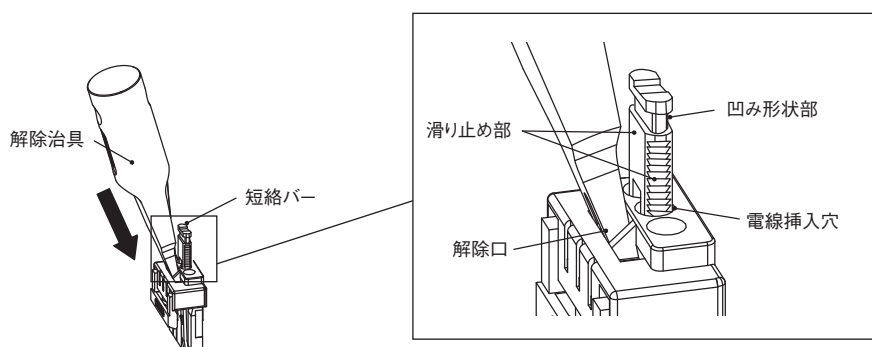

図1：短絡バーの取り外し
- (1) 解除治具を斜めにし、リリースホールに奥まで押し込んでください。
- (2) リリースホールに解除治具を押し込んだ状態で、短絡バーの滑り止め部もしくは凹み形状部を指で掴み、挿入穴から抜いてください。(図1)